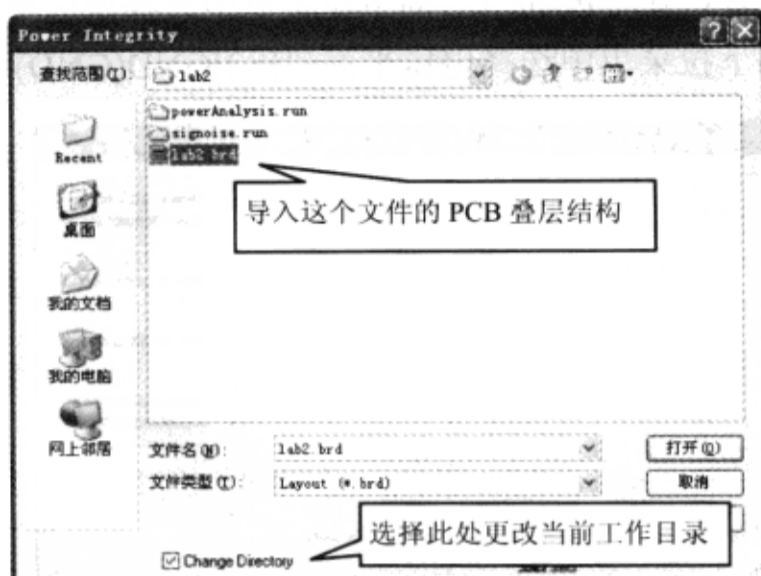

图 8-8-16 导入 PCB 叠层结构
(2) 单击“Import stack-up”按钮，弹出“Power Integrity”对话框，在这个对话框中选择所要导入叠层结构的 PCB 文件，如图 8-8-16 所示。